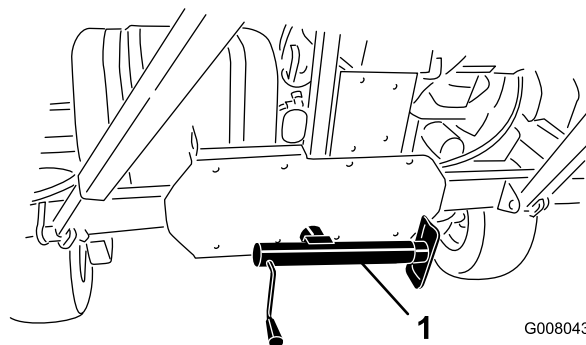

Figura 17
4. Abbassate il cavalletto a terra per stabilizzare la macchina (Figura 17).